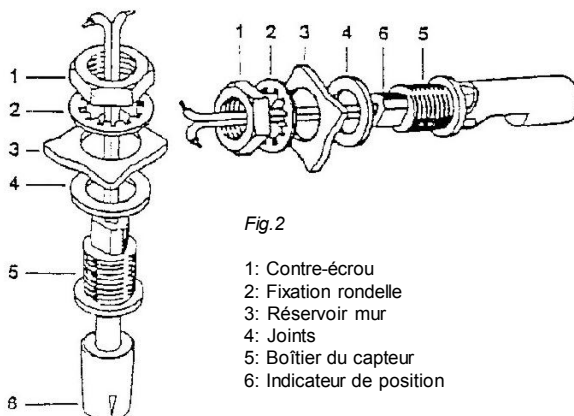

Fig. 2
- Entrez à l'intérieur des fils à travers le trou dans le réservoir en prenant soin de ne pas endommager la rondelle ou joint, la position appropriée contre la paroi intérieure du réservoir et la bague de tous le boîtier du capteur (Fig. 2).